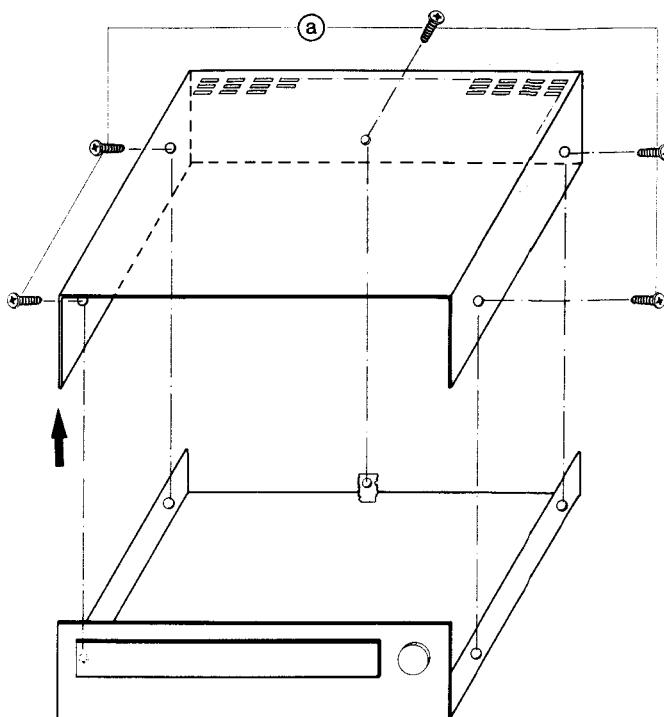

Abb. 1
2. Gehäuseoberteil nach oben abheben (Abb. 1).